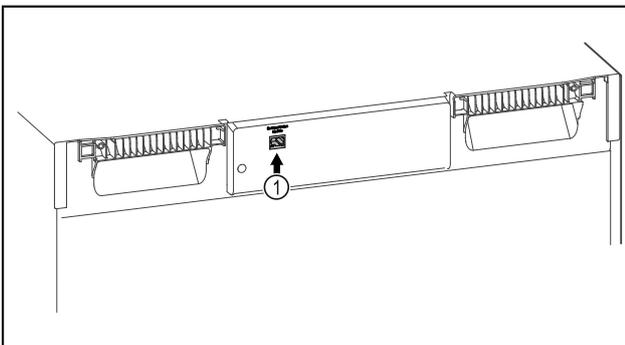

Fig. 138
- ❑ SmartModule Fig. 138 (1) ist eingesetzt.